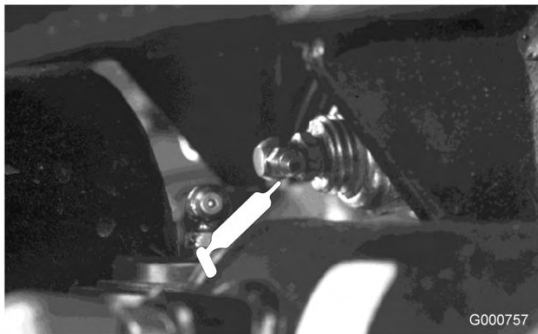

Figure 48
- Pivot d'essieu arrière (Figure 48)